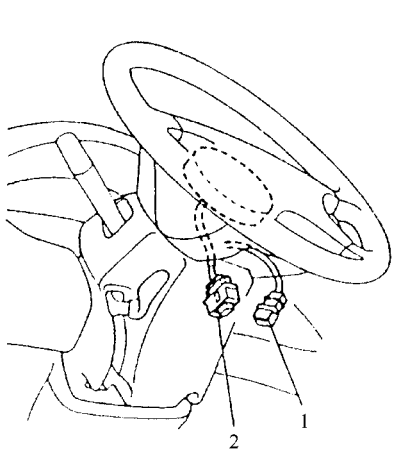

图 4-26
1)对驾驶席侧:从转向盘上拆下检修板,然后断开 Dlo 和 Dli 插头(图 4-26)。